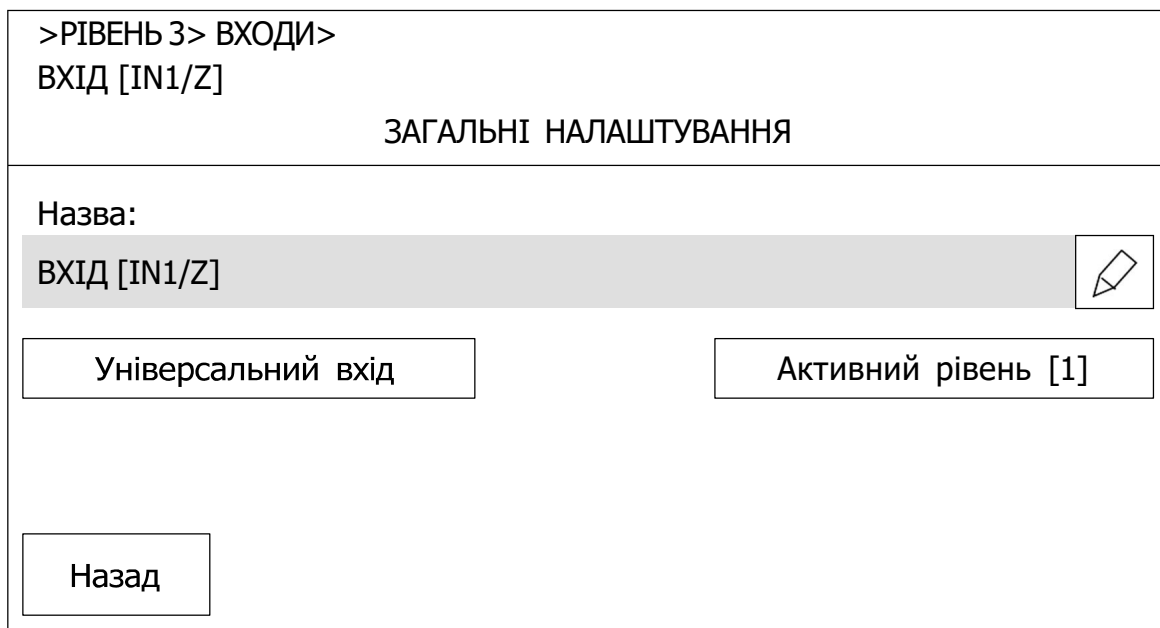

Рисунок 10.4.6 - Вікно для введення параметрів входу
Після дотику до поля «Активний рівень [1]» (рис. 10.4.6) значення поля змінюється на «Активний рівень [0]».
10.4.4.6 Вікно налаштування входів IN1, IN2 ППКП аналогічне тому, яке показано на рис. 10.4.6.
Вікно налаштування входів INx модулів AM-Multi+, AM-OUT1R+, AM-IN4 аналогічне тому, яке показано на рис. 10.4.6, але без опції вибору активного рівня.